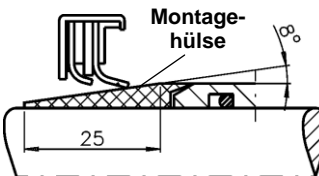
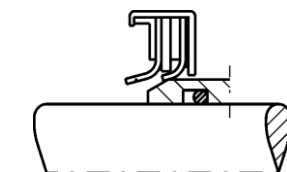

Bild 3
Bild 4
- Zum Aufschieben der Lippendichtelemente auf die Wellenhülse immer eine passende Montagehülse verwenden (Bild 3). Kann die Lippe durch die Fase der Wellenhülse aufgeweitet werden, kann die Verwendung einer Montagehülse entfallen (Bild 4).